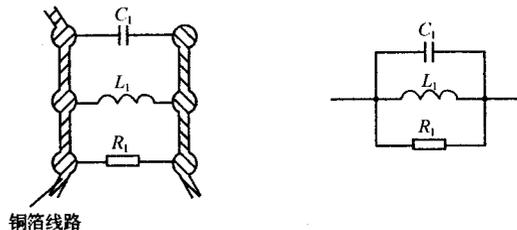
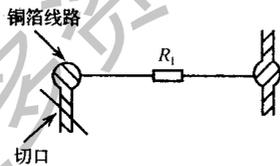

图 1-92 并联线圈对在路测量电阻器的影响
图 1-94 电路板上电阻器脱开检测示意图
① R 大于所测量电阻器的标称阻值。若测量是这种结果,可以直接判断该电阻器存在开路或阻值增大的现象(一般是开路故障,电阻器阻值增大现象比较少见),电阻器损坏。
② R 十分接近所测电阻器的标称阻值。若测量是这种结果,可认为该电阻器正常。
③ R 十分接近 0Ω 。若测量是这种结果,还不能断定测量电阻器已经短路(通常电阻器短路现象不多),要通过进一步检测来证实,如图 1-92 所示电路中的电阻 R_1 ,在路测量的结果中 R 便会为十分接近 0Ω 的现象,这是因为电路中的线圈 L_1 短接了电阻 R_1 ,所测量的阻值是线圈的直流电阻,而线圈的直流电阻是很小的。在这种情况下,可采取后面介绍的脱开检测方法来进行进一步检查。
对电路板上电阻器脱开检测有两种方法:一是将该电阻器一根引脚脱开电路,然后再测量;二是切断电阻器一根引脚的铜箔线路,脱开所要测量的电阻 R_1 ,如图 1-94 所示。但对于如图 1-92 所示电路中的 R_1 不宜使用断铜箔的方法,因为 R_1 的两根引脚铜箔线路均不在顶端,在这样的情况下断铜箔要有两个铜箔断口,创伤大。用焊下 R_1 一根引脚方法脱开 R_1 比较好。图 1-94 中,切断 R_1 的左端引脚铜箔线路较方便,而右端要断开两处铜箔线路,不方便。